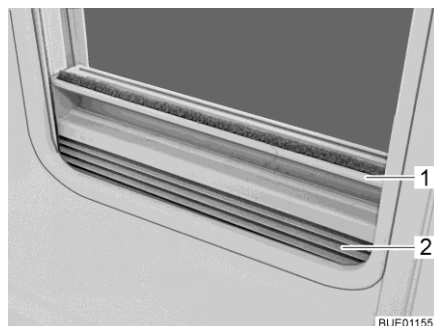

Fig. 74 Tendina oscurante pieghevole
- Afferrare la tendina oscurante pieghevole (Fig. 74,2) per la parte centrale della barra di presa (Fig. 74,1), tirarla dal basso verso all'alto e rilasciarla nella posizione desiderata. La tendina oscurante pieghevole rimane in questa posizione.